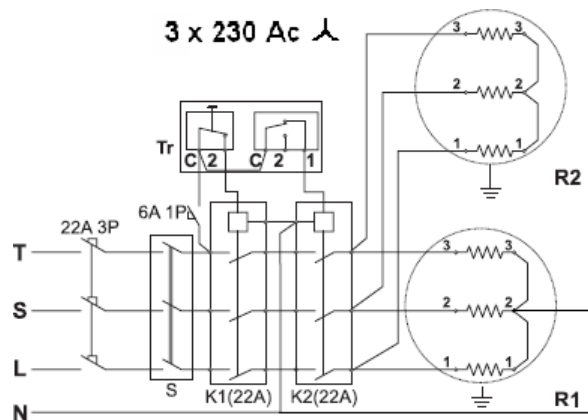

Abb.14
- Dreiphasig Stromversorgung – Verbindung Typ "Stern" – Abb. 14;